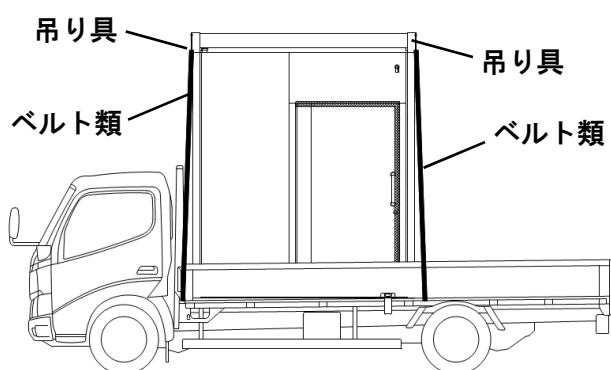

図 1.固定方法
- ・本体の固定は、必ず大梁左右の吊り具からラッシングベルト等を使用し 4 隅で固定してください。(図 1 参照)